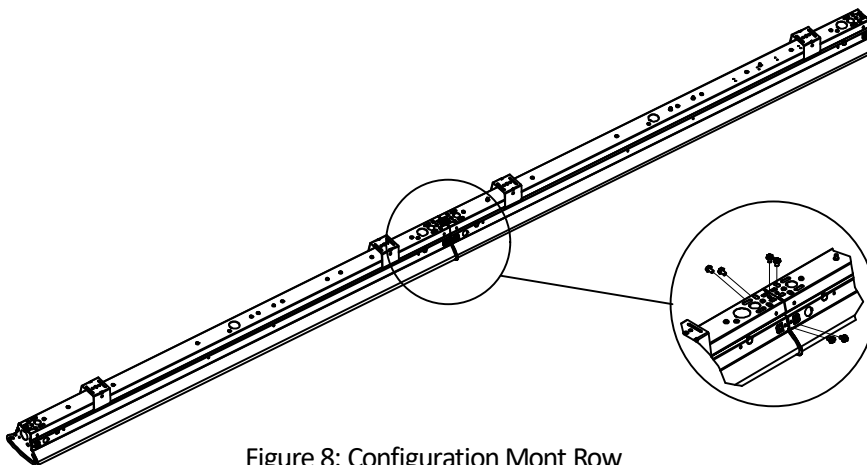

Figure 8: Configuration Mont Row
- 4) Installez les vis indiquées sur la Figure 8 et établir des connexions électriques à l'intérieur luminaire en conformité avec le Code national et les règlements locaux. Reportez-vous à la page 1 pour l'installation du support de LED et la lentille.